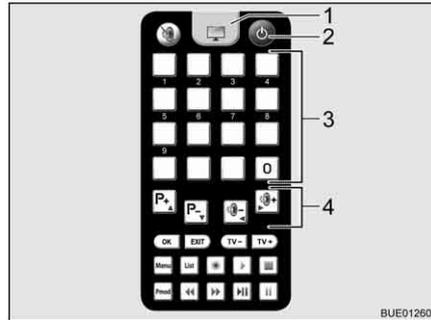

Fig. 23 Telecomando
- Premere il tasto "⏻" (Fig. 23,2) sul telecomando. L'antenna satellitare si riposiziona sulla modalità di ricerca dalla posizione di sosta. Quando l'impianto trova il satellite viene emesso un segnale acustico.
- Regolare l'emittente desiderata con i tasti memoria (Fig. 23,3) o i tasti funzione (Fig. 23,4).